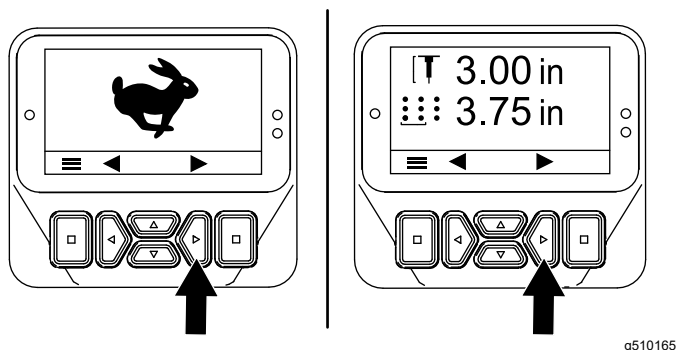
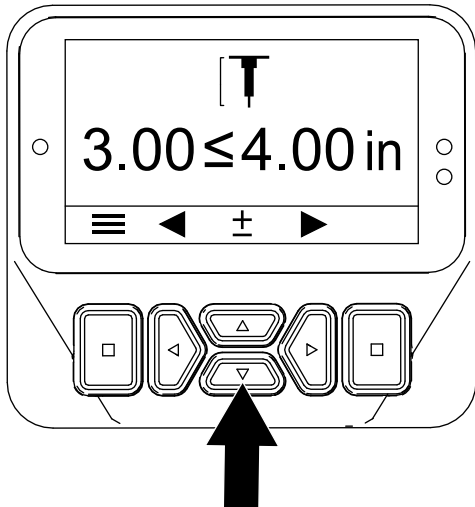

Figura 51
Figura 52
3. Premete il pulsante Destra fino a quando non viene visualizzata la schermata Impostazione della profondità dei fori (Figura 51 e Figura 52).
4. Regolate la profondità delle fustelle utilizzando i pulsanti Su e Giù (Figura 52) come segue: